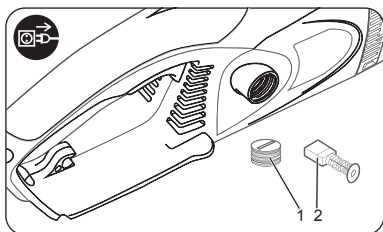

рис. 24
Открутите крышку (1) с помощью универсального ключа и выньте угольную щетку (2). (рис. 24)